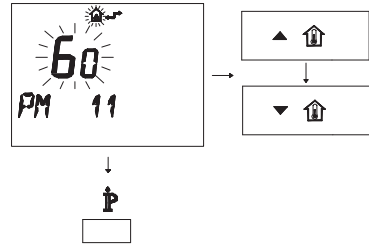

Figura 5.40
- Para modificar el punto de consigna programado use los botones o y espere a que el número programado comience a parpadear (Figura 5.40). Cada paso de aumento o reduc-